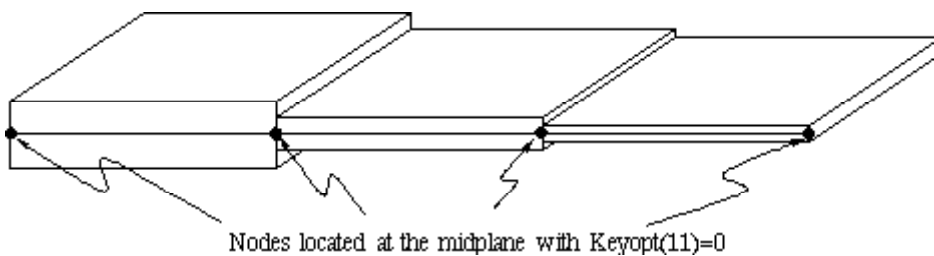

Fig7-2 具有中面节点的层状壳体(SHELL91 或 SHELL99)
- 相邻的层状壳体具有不同的层数(参阅图 7-2 和 7-3)。